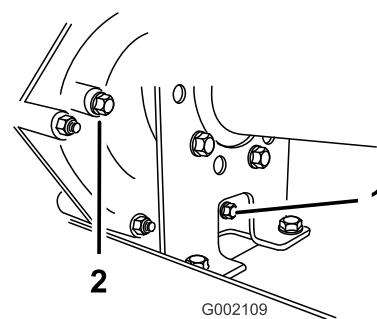
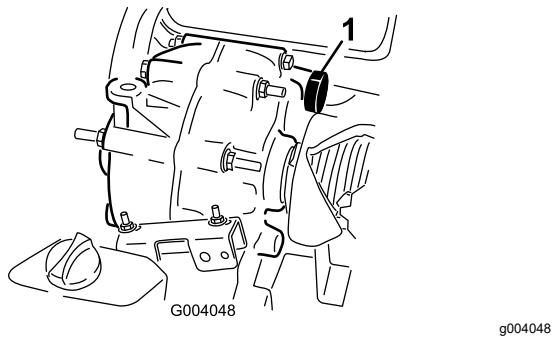

Figure 62
Figure 63
2. Essuyez la surface autour des bouchons de remplissage et de vidange avec un chiffon (Figure 62).
- Dévissez et enlevez le bouchon de remplissage (Figure 62).
- Dévissez et enlevez le bouchon de vidange (Figure 62).
- Remettez et serrez le bouchon de vidange et le joint dans le trou de la transmission (Figure 62).
- Versez par le trou du bouchon de remplissage du réservoir (Figure 63) environ 1,4 litre du liquide spécifié ou la quantité de liquide nécessaire pour que le niveau de liquide atteigne le bas du filetage (Figure 62).
- Remettez et serrez le bouchon de remplissage et le joint dans le trou de la transmission (Figure 62).
- Contrôlez le niveau de liquide et faites l'appoint si le niveau est en dessous du filetage du trou du bouchon de remplissage (Figure 62).